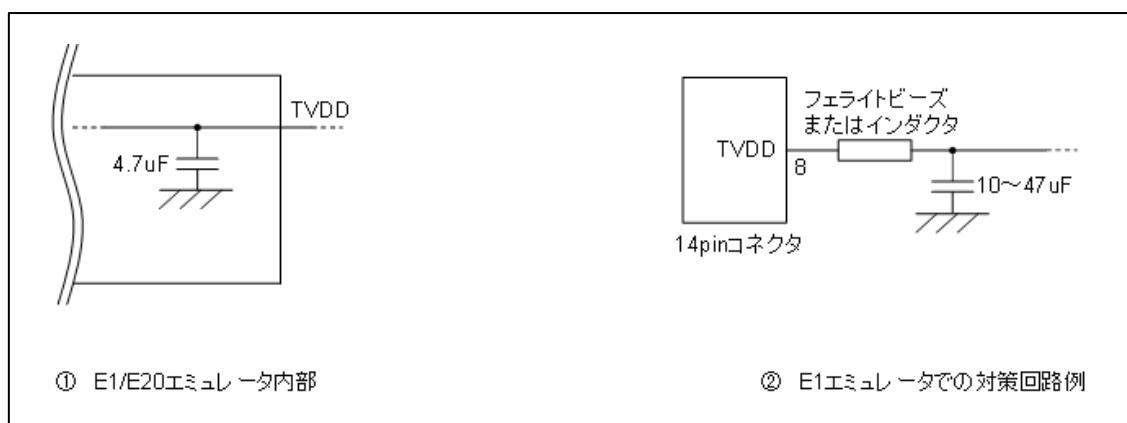

図 2-8 ホットプラグイン向け対策回路
ホットプラグイン接続を行う可能性がある場合には、下記のような回路構成にしておく必要があります。図2-8①のようにE1エミュレータの8番ピンには、エミュレータ内部で4.7 μ Fのコンデンサが付いているため、ホットプラグイン接続を行う場合はユーザシステム上の電源電圧が一瞬低下する場合があります。この電圧降下によりMCUリセットが発生する可能性があります。図2-8②に示すように、エミュレータ接続コネクタのTVDDラインの直近にフェライトビーズ（またはインダクタ）と低ESRで大きめのコンデンサを付けることで症状を軽減することができますが、本対策は、電圧降下を完全に改善するものではありません。なお、ホットプラグイン接続はデバッグ時のみ有効な機能であり、本機能を使用する場合は、別売のホットプラグインアダプタが必要です。